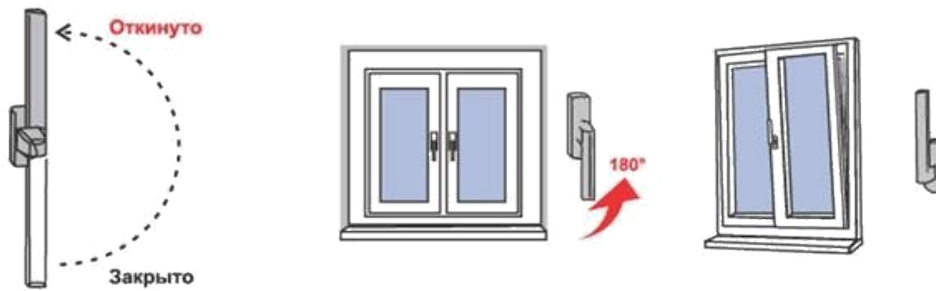

Рис.2
3. Для перевода створки из закрытого положение в откидное (поворот створки относительно нижней горизонтальной оси, положение «Откинута» на Рис.2), ручку поворачивают вертикально на 180 градусов вверх, затем, потянув за ручку, поворачивают створку относительно нижней горизонтальной оси на заданный изготовителем угол (**откидной режим**).
4. Для запираия створки из открытого или откидного положения ее сначала закрывают и, придерживая створку рукой, поворачивают ручку вертикально вниз (положение «Закрыто» на Рис. 2).